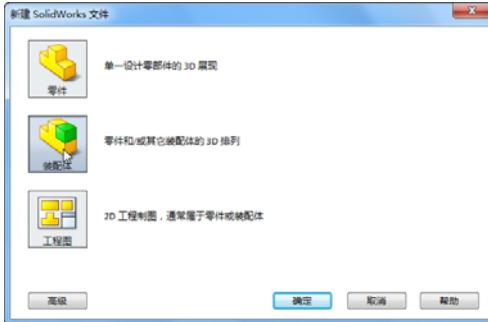

图 7-1 “新建 SolidWorks 文件”对话框
1. 新建文件。在菜单栏中选择“文件”→“新建”命令，或者单击“标准”工具栏中的“新建”图标按钮，此时系统弹出如图 7-1 所示“新建 SolidWorks 文件”对话框。